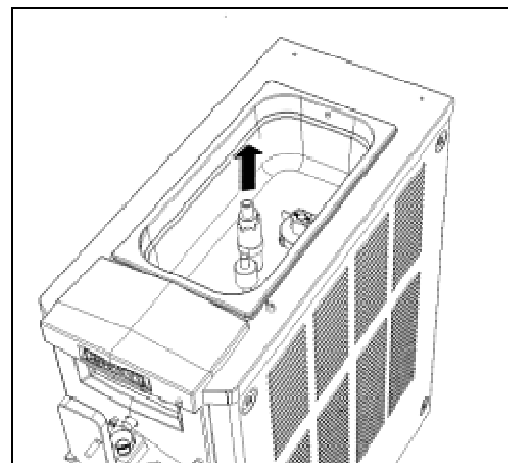

Abb. 27
- Den Deckel und das Luftzuleitungsrohr der oberen Wanne entfernen (Abb.27)